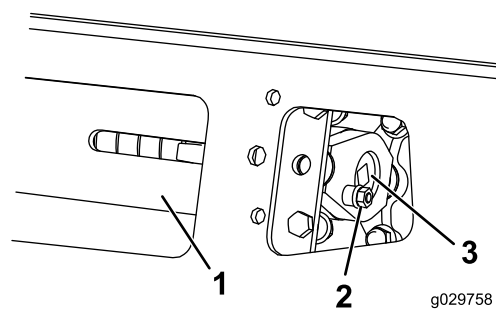
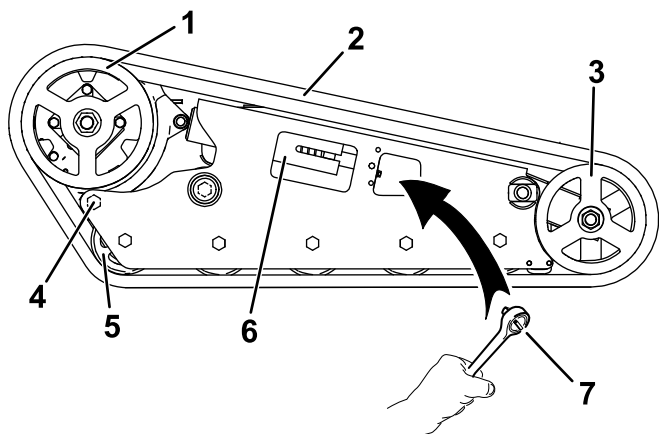

Figure 57
Figure 58
- Enlevez le boulon et l'écrou de blocage (Figure 57).
- Alignez l'encoche la plus proche dans la vis de tension et le trou du boulon de blocage, et fixez la vis avec le boulon et l'écrou de blocage (Figure 57).
- À l'aide d'un rochet de 1/2 pouce, tournez la vis de tension dans le sens horaire pour détendre la transmission (Figure 57 et Figure 58).
- Desserrez le boulon arrière près de la roue d'entraînement (Figure 58).
- Lorsque la chenille est déchaussée de la roue avant, retirez-la du pignon d'entraînement et des galets de roulement (Figure 58).
- Enroulez la chenille sur la roue avant (Figure 58).
- Poussez la chenille sous et entre les galets de roulement (Figure 58).
- Enroulez les chenilles sur le pignon d'entraînement (Figure 58).
4. Enlevez le boulon et l'écrou de blocage (Figure 57).
5. À l'aide d'un rochet de ½", tournez la vis de tension dans le sens horaire pour détendre la transmission (Figure 57 et Figure 58).
6. Desserrez le boulon arrière près de la roue d'entraînement (Figure 58).